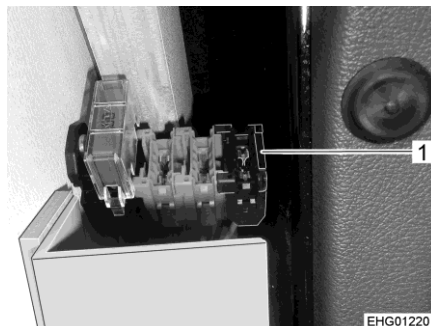

Fig. 132 Portafusibili, veicoli con guida a sinistra (Ford)
- Sostituire il fusibile nel portafusibili (Fig. 132,1).